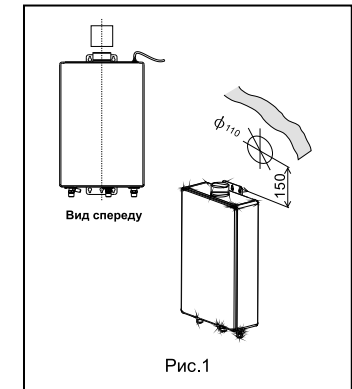

Рис.1
1. Перевірте монтажне положення нагрівача. Просвердліть круглий отвір діаметром 110 мм над нагрівачем в місці, як показано на рис. 1. Нагрівач повинен бути встановлений на висоті, при якій робоча частина знаходиться на тій висоті, що і користувач, або трохи нижче неї. Висота установки зазвичай становить 1500 або 1600 мм. (Рис. 1)